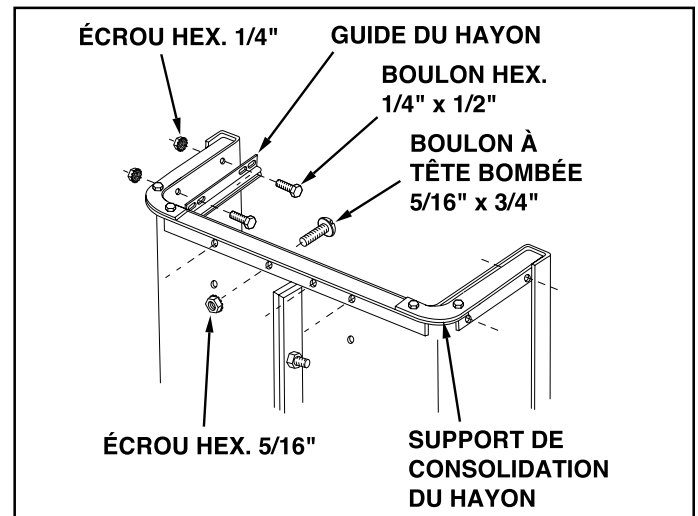

FIGURE 3
5. Positionnez le support de consolidation du hayon à l'extérieur de la remorque comme montré dans la figure 3. Assemblez-le avec la partie basse de la carrosserie en utilisant quatre boulons à tête bombée de 5/16" x 3/4" et des écrous hex. de 5/16". **Ne serrez pas pour l'instant.** Voir figure 3.
6. Positionnez les guides de hayon à l'intérieur des éléments de carrosserie avec les glissières de guide vers l'avant comme montré dans la figure 3. Assemblez en utilisant quatre boulons hex. 1/4" x 1/2" et des écrous hexagonaux de 1/4". **Ne serrez pas pour l'instant.** Voir figure 3.